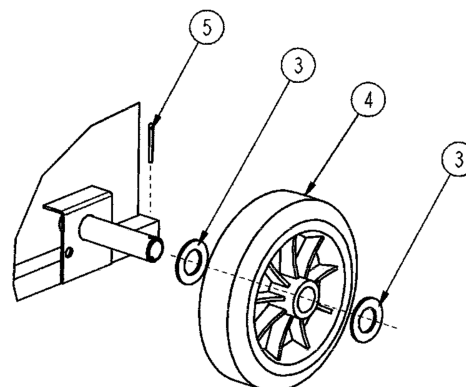

Fig. 3
- Insert washer (3), fixed wheel (4) and washer (3) again in the lateral tube.
- Introduce cotter pin (5) in the lateral hole of the tube to avoid the wheel from falling (Fig. 3).
- Insertar en el tubo lateral la arandela (3), la rueda fija (4) y otra vez la arandela (3).
- Introducir el pasador de aletas (5) en el agujero lateral del tubo para evitar que se salga la rueda (Fig. 3).
- Introduire la première rondelle (3) dans le tube latéral, la roue fixe (4) ainsi que la seconde rondelle (3).
- Introduire la goupille à double branche (5) dans le trou latéral pour que la roue ne s'échappe pas (Fig. 3).